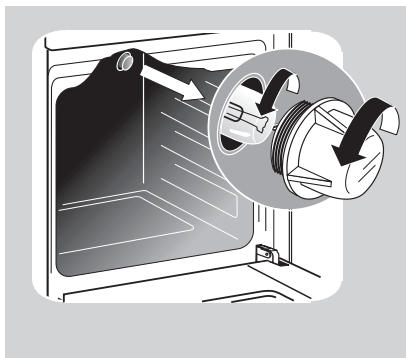

Рис. 24
- Открутите стеклянный плафон (рис. 24)